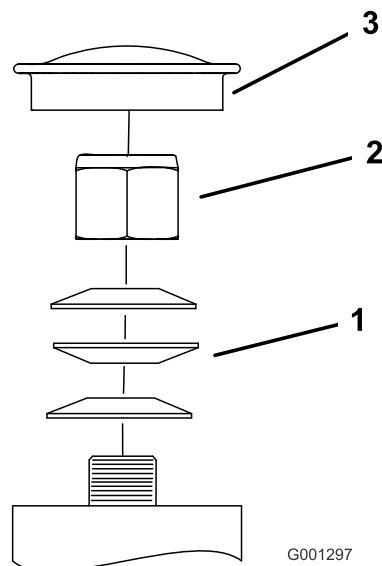

Figura 52
3. Togliete lo scodellino parapolvere dalla ruota orientabile e serrate il dado di bloccaggio (Figura 52).
4. Serrate il dado di bloccaggio finché le rondelle elastiche non sono piatte, quindi allentate di un quarto di giro per mettere a punto il precarico sui cuscinetti (Figura 52).
- Importante: Verificate che le rondelle elastiche siano correttamente montate, come riportato nella Figura 52.**
5. Montate gli scodellini antipolvere (Figura 52).